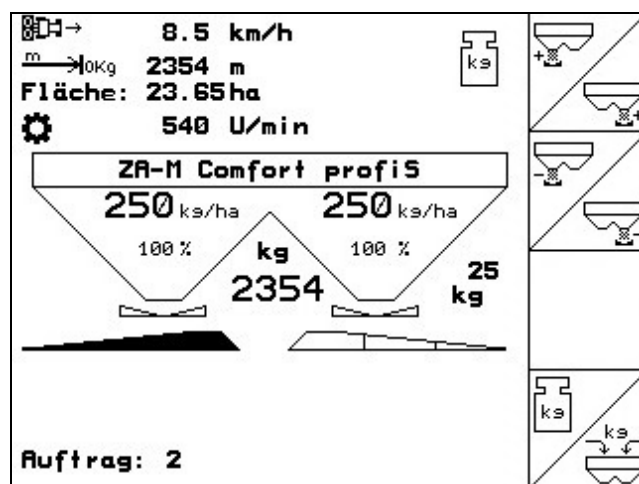

Fig. 6
- Durante o trabalho, o **menu de trabalho** (Fig. 6) indica todos os dados de dispersão necessários. A partir daqui comanda-se o dispersor durante o processo de dispersão.